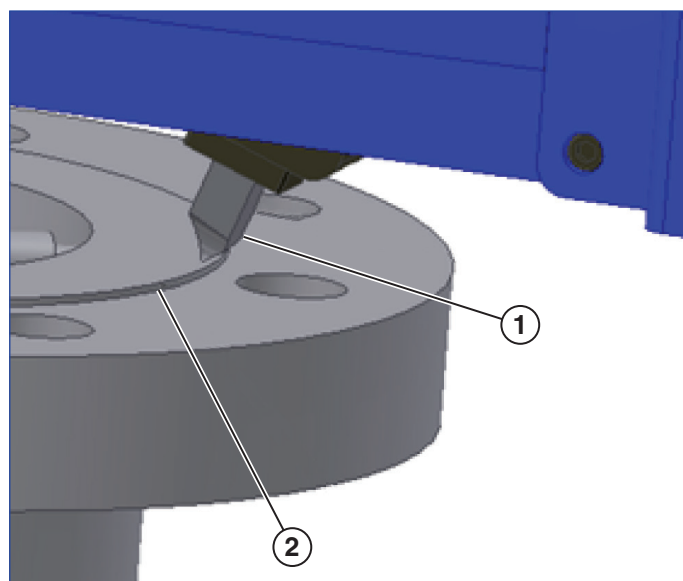

図 13
1. ラチェットレンチを使用し、工具の刃物を加工する面の外径の位置に合わせます (図13参照)